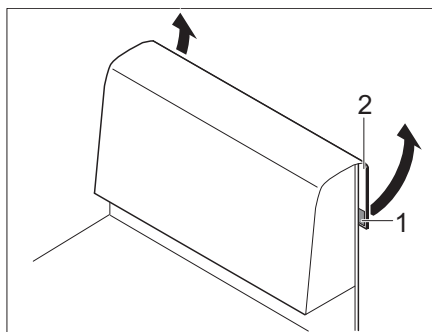

Fig. 71 Cuscino dello schienale
- Staccare il velcro (Fig. 71,1) sul risvolto posteriore del tessuto (Fig. 71,2).
- Rimuovere il risvolto del tessuto (Fig. 71,2) tirandolo verso l'alto.